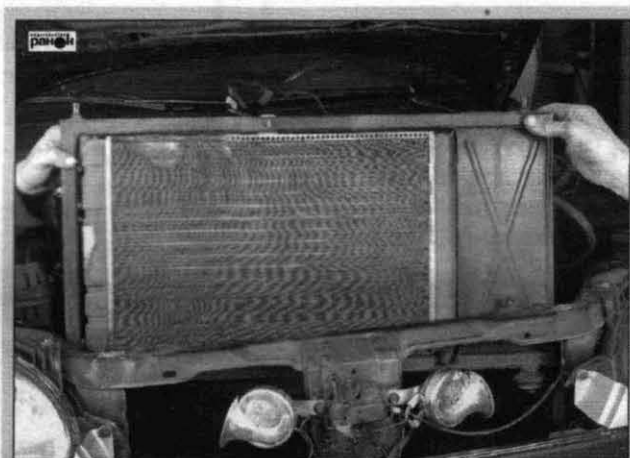

Рис. 3.59. Извлечение радиатора
- аккуратно вынуть радиатор (рис. 3.59);